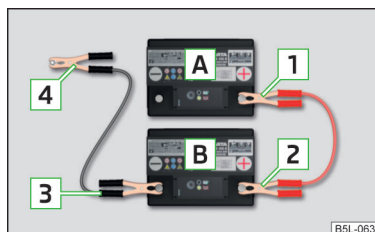

Fig. 166
- > Prindeți clema **1** la polul plus al bateriei descărcate **A** > fig. 166.